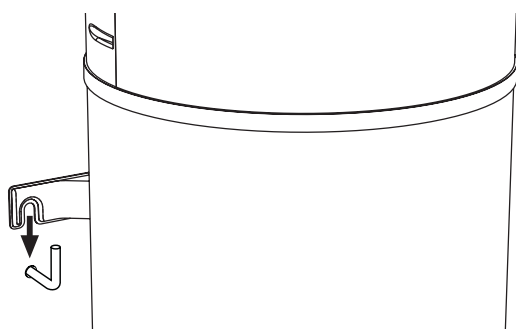

fig. 31 - Fixação à parede
- Enganchar a caldeira com o suporte de fixação apropriado (fig. 31).